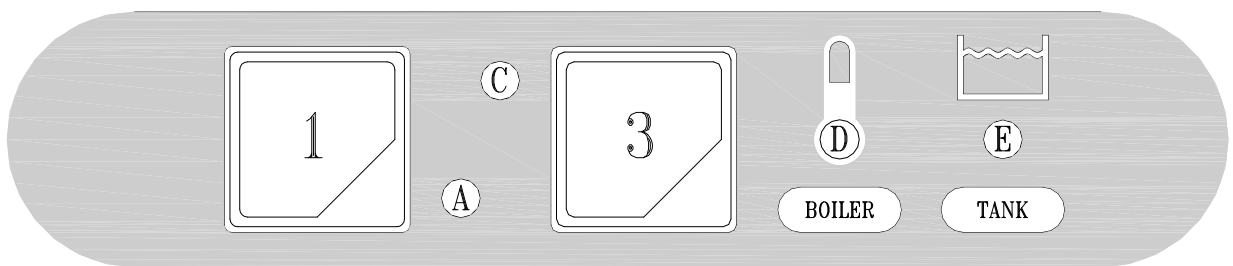

Рис. 3-2
- Когда цикл подачи воды завершен, откройте дверь (I) и добавьте моющее средство (около 2 г на литр емкости ванны). Поместите полную корзину (L) и закройте дверцу (I). Теперь нажмите кнопку START (3) (удерживайте не менее 2 секунд), и начнется цикл мойки, о чем будет сигнализировать индикаторная лампочка (C). Когда цикл закончен, этот индикатор выключится. Чтобы выключить прибор, поверните выключатель (1) на 0. Индикатор (A) погаснет (рис.3-2 ÷ 3-3).
- When the water intake cycle is complete, open the door (I) and add detergent (about 2 g. per litre of tank capacity). Position the full basket (L) and close the door (I). Now press the START button (3) (at least for 2 seconds) and the wash cycle displayed by light (C) will start. When the cycle is over, this light goes out. To turn off the appliance, turn the switch (1) to 0. Light (A) indicates the appliance is off (fig.3-2÷3-3).
- Nach erfolgter Füllung die Tür (I) öffnen und das Spülmittel einfüllen (ca. 2g/l Fassungsvermögen des Spülbehälters) Den gefüllten Geschirrkorb (L) einsetzen und die Tür (I) schließen. Nun die START-Taste (3) mindestens 2 Sekunden lang drücken, und das Spülprogramm beginnt, die Kontrolllampe (C) leuchtet auf und am Programmende erlischt die Kontrolllampe. Um das Gerät auszuschalten, muß der Schalter (1) auf die Position 0 gestellt werden, die Kontrolllampe (A) erlöscht (fig.3-2÷3-3).
- Lorsque le remplissage est terminé, ouvrir la porte (I) et verser le détersif (environ 2 g pour chaque litre remplissant la cuve). Introduire le panier (L) plein et fermer la porte (I). A ce stade, presser le bouton-poussoir START (3) (au moins 2 secondes) et le cycle de fonctionnement commencera, visualisé par la lampe-témoin (C). La fin du cycle coïncide avec l'extinction de ce voyant. Pour arrêter la machine, il faudra débrancher l'interrupteur (1) en le ramenant sur la position 0: lampe-témoin (A) (fig.3-2÷3-3).
- Después del llenado, abra la puerta (I) y vierta el detergente (2 gramos aproximadamente por litro de capacidad de la cuba). Introduzca el cesto (L) carga y cierre la puerta (I). Pulse ahora START (3) (almenos durante 2 segundos) para arrancar el ciclo de trabajo: se enciende la luz testigo (C), que se apagará al final del ciclo. Para apagar la máquina desconecte el interruptor (1): posición 0, luz testigo (A) apagada (fig.3-2+3-3).